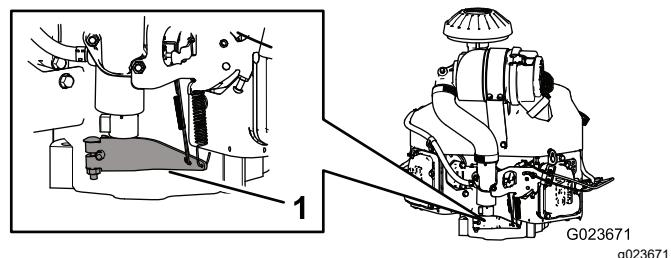

Bild 65
- Drücken Sie das gefederte Ende des Drehzahlreglerarms nach unten (Bild 65).